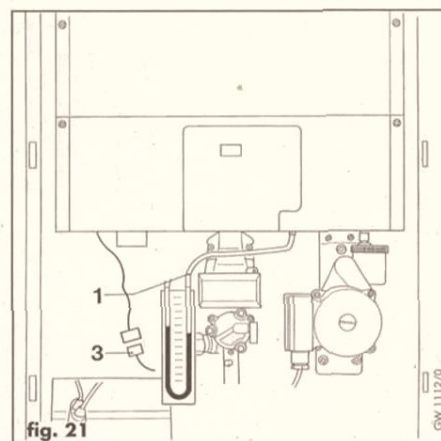

fig. 21
- Interrompere il collegamento elettrico alla sonda NTC (3, fig. 21).
Per l'allacciamento del manometro, allentare la vite del punto di presa pressione agli ugelli (1, fig. 20) ed inserire un lato del manometro ad U (1, fig. 21).